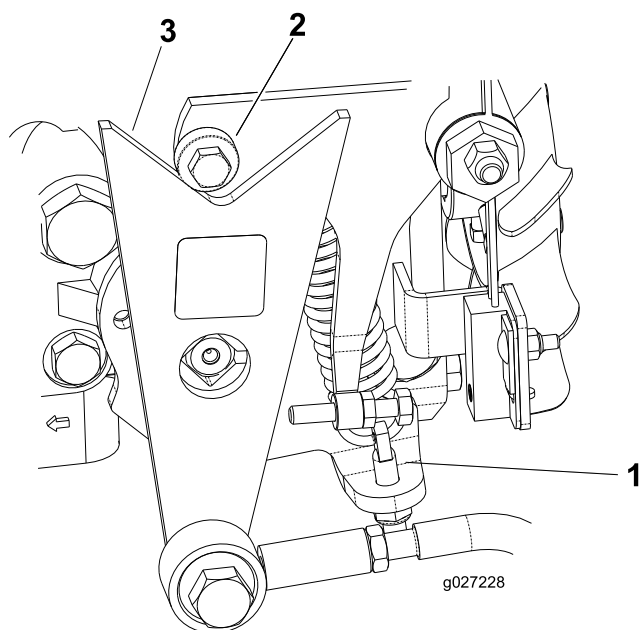

Figura 43
- Se as rodas rodarem na direção certa, desligue o motor e ajuste a mola ajustando o bloqueio do pino (Figura 43). Ajuste a posição neutra da tração; consulte Ajuste da posição neutra da transmissão de tração \(página 37\).